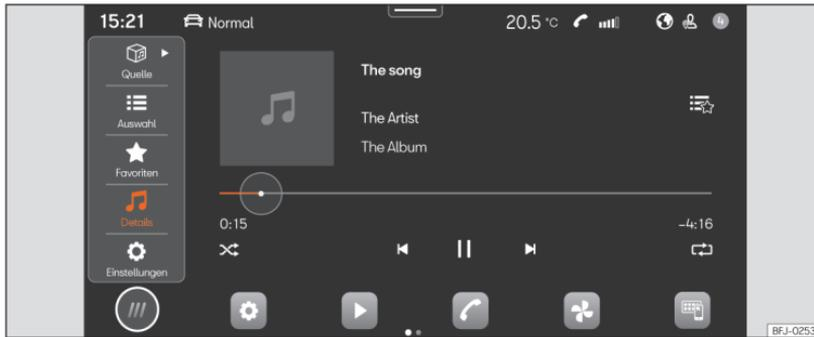

Abb. 190 Schematische Darstellung: Ansicht Medien.
- Drücken Sie **HOME > ► ►►** [Abb. 190].